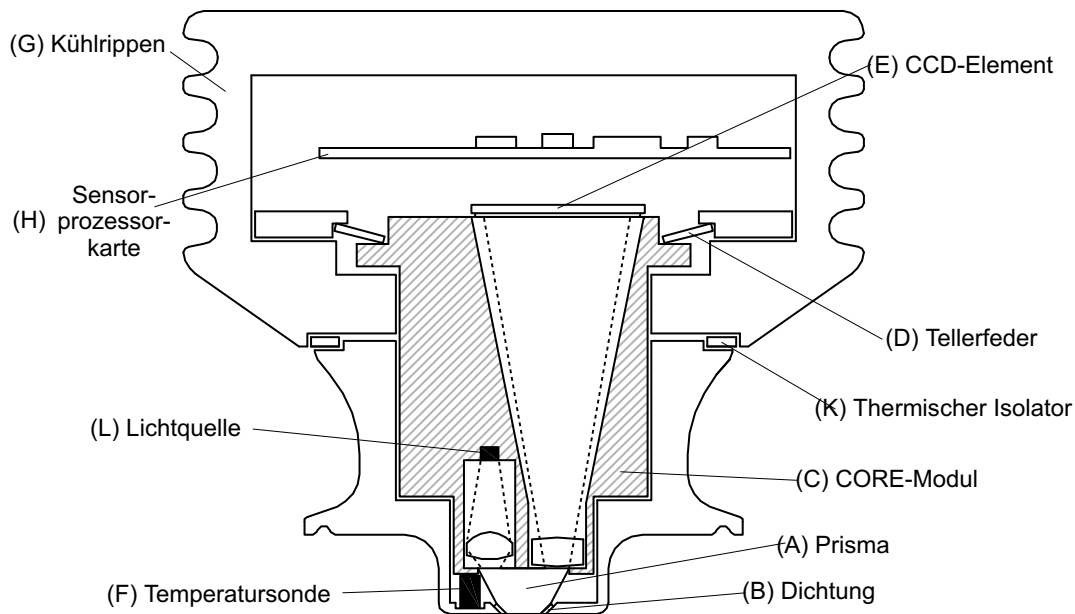

Abbildung 2.1 PR-23 Aufbau des Sensors
Abbildung 2.1 unten zeigt das schematische Schnittbild eines PR-23-Sensors. Das Messprisma (A) ist bündig in die Oberfläche der Sensorspitze eingebaut. Das Prisma (A) und alle anderen optischen Komponenten sind im CORE-Modul (C) montiert. Das CORE-Modul wird mit Tellerfedern (D) gegen die Prismadichtung (B) gepresst. Die Lichtquelle (L) besteht aus einer gelben Leuchtdiode (LED) und der Empfänger ist ein CCD-Element (E). Die Elektronik ist gegen Prozesswärme durch einen thermischen Isolator (K) und Kühlrippen (G) geschützt. Die Prozessorkarte (H) des Sensors erhält die Rohdaten vom CCD-Element (E) und dem Pt-1000 Prozesstemperaturfühler (F) und berechnet daraus den Brechungsindex n_D und die Prozesstemperatur T . Diese Informationen werden dann an den Messumformer übertragen.